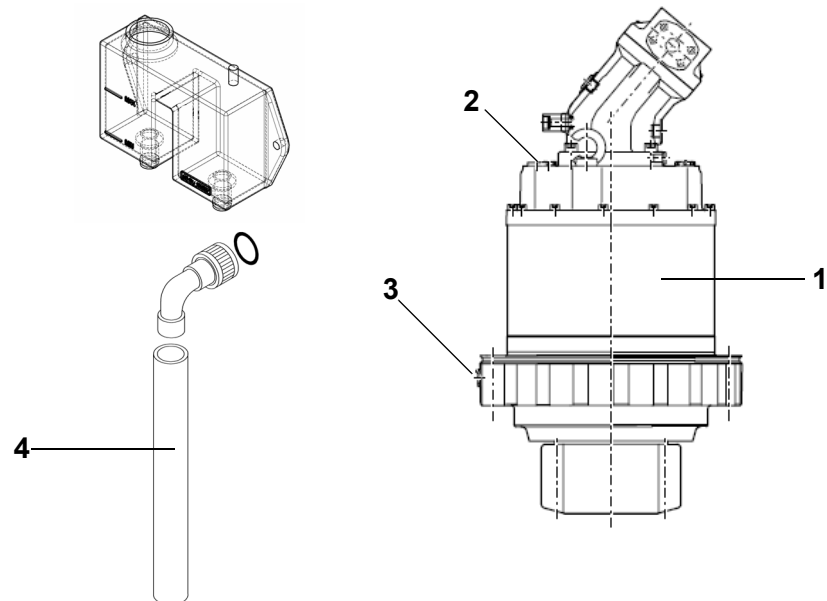

Fig. 253 Coroa de orientação
| 7 | Parafuse a peça de conexão com mangueira (4) na Fig. 253 até que o óleo residual seja drenado pela mangueira. Recolha o óleo residual em um recipiente adequado. |
| 8 | Desaparafuse a peça de conexão com mangueira (4) na Fig. 253. |